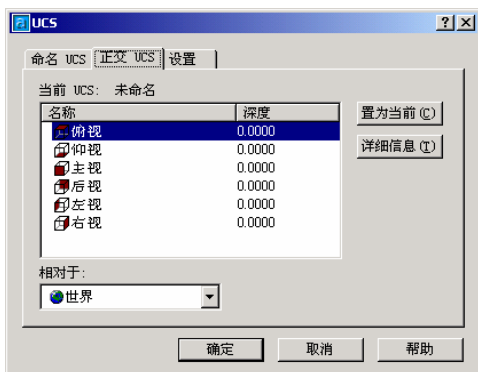
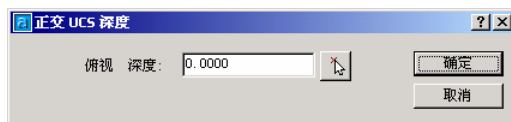

图 1-17 “正交 UCS”选项卡
图 1-18 改变正交 UCS 的深度
(2) “UCS”对话框的“正交 UCS”选项卡如图 1-17 所示。
①在正交 UCS 表中，列出了六种正交 UCS 的名称和深度。其中深度是指正交 UCS 的 XY 平面与通过“相对于”下拉列表中指定的基准坐标系原点的平行平面之间的距离。
②“置为当前”和“详细信息”按钮功能，以及“相对于”下拉列表的作用如前所述。
③选择某个列表项，然后单击右键弹出快捷菜单，选择“重置”菜单项，可以恢复选定正交 UCS 的原点，原点将恢复到相对于指定基准坐标系的默认位置 (0,0,0)。
④选择某个列表项，然后单击右键弹出快捷菜单，选择“深度”菜单项，在弹出的对话框中可以设置指定的正交 UCS 的深度，如图 1-18 所示。